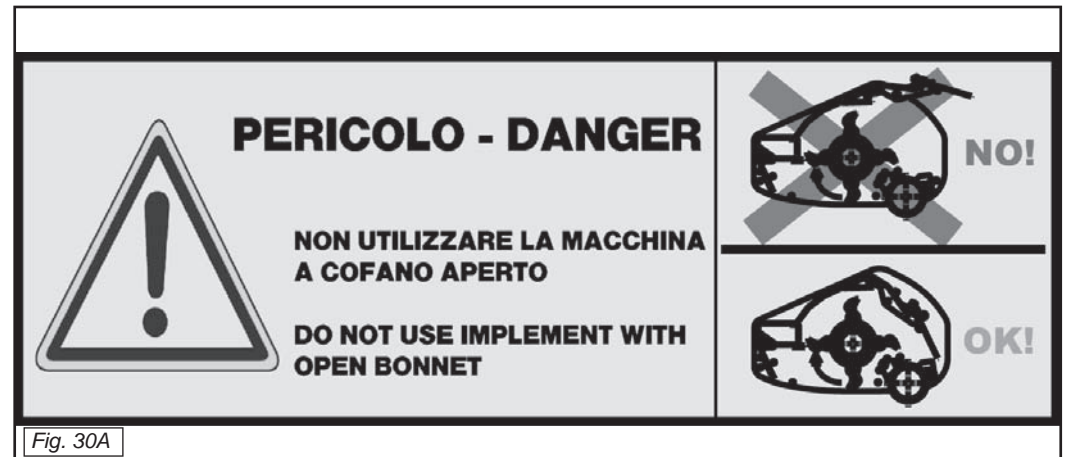

Fig. 30A
- **In fase di lavoro il cofano posteriore deve rimanere chiuso.** Sollevarlo solamente in caso di interventi di manutenzione sulla macchina, a motore spento e trattore bloccato. (Fig. 30A)
- **During work the rear bonnet must remain closed. Open it only in case of maintenance on the machine, when the engine is off and the tractor braked.** (Fig. 30A)
- **Pendant le travail le capot arrière doit rester fermée. Ouvrir seulement dans le cas de entretien de la machine, avec le moteur éteint et le tracteur bloqué.** (Fig. 30A)
- **Öffnen nur im Falle von Wartungsarbeiten an der Maschine, bei abgestelltem Motor und bei blockiertem Schlepper.** (Fig. 30A)
- **Durante el trabajo el cofre trasero debe permanecer cerrado.** Levantarlo sólo en el caso de mantenimiento en la máquina, con tractor bloqueado y motor apagado. (Fig. 30A)